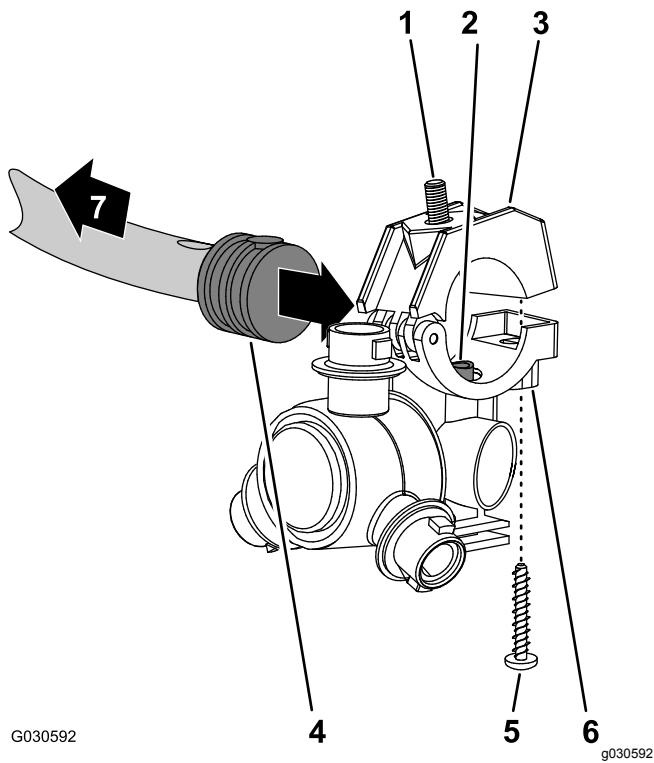
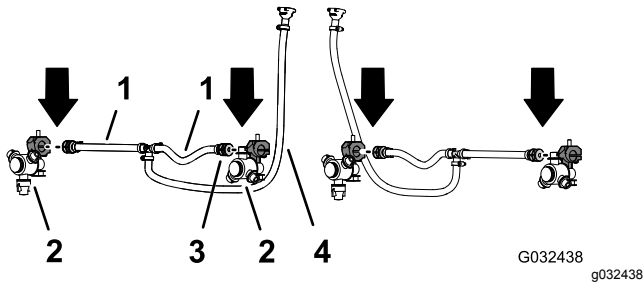

图 80
图 81
- 使用在 12 卸下 3 喷洒臂段系统的喷嘴软管 (页码 25) 中卸下的喷嘴拆下将夹具上半部分固定至鞍座的不锈钢螺丝图 80。
2. 在中间喷洒臂段软管子总成喷水阀 5 或 6 图 80 和 图 81 中 25cm 软管的一端找到单宝塔软管柄一侧的孔。
3. 将喷嘴鞍座中的转接管 图 80 与单宝塔软管柄 1/2 英寸一侧中的孔对齐。
4. 闭合夹具上半部分将宝塔软管柄夹在其中然后使用不锈钢螺丝 #12 x 1-1/4 英寸将夹具上半部分与喷嘴主体 图 80 固定到一起上紧不锈钢螺丝扭矩至 226~282N·cm。
5. 对中央喷洒臂段另一软管子总成喷水阀 5 或 6 的单宝塔软管柄重复步骤 2 至 4 图 80 和 图 81。